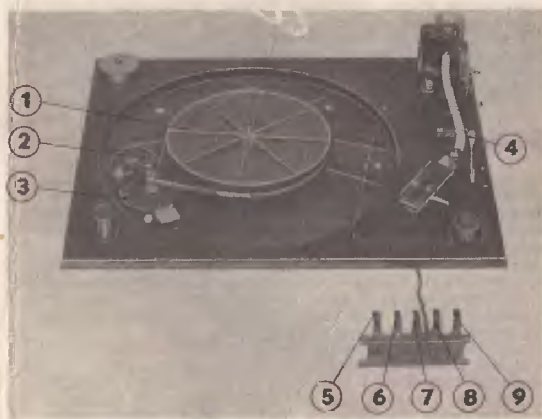

Рис. 2. Электропроигрывающее устройство соснятым диском
Внешний вид, расположение и назначение элементов управления показано на рис. 1, рис. 2.
- приводной ремень (резиновой пассик), находящейся в упаковке запасного комплекта, наложить на дорожку ведущего диска 1 (рис. 2), оттянуть его в одном месте и одеть на насадку вала 3 (рис. 2),
- выключить кнопку 7 на пульте управления ЭПУ (рис. 2),
- включите ЭПУ нажатием кнопки включения 7 (рис. 2),
- в случае использования механизма автоматического включения ЭПУ (устройство автостопа) кнопка 9 (рис. 2) должна быть в верхнем положении, включение автостопа производится нажатием кнопки 9 (рис. 2),
- поверните ручку ручного микролифта 4 (рис. 2) в направ-